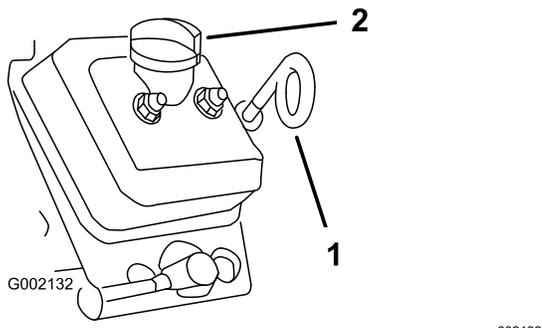

图 33
3. 用抹布清洁量油尺和加油颈盖图 33 周围的区域防止灰尘落入量油尺管道或加油颈并损坏发动机。
4. 取出量油尺并擦拭干净图 33。
5. 将量油尺滑入量油尺管道中并确保它完全插入图 33。
8. 安装加油颈盖图 33。
9. 安装量油尺并固定到位图 33。